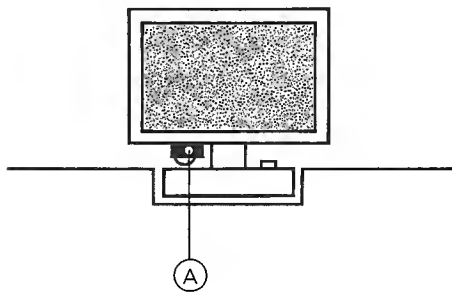

Fig. 4.3
- Exzentrischer Rastbolzen (A) (Fig. 4.3) verdrehen.
- Rotate the excentric indexing pin (A) (fig. 4.3).
- Tournez le boulon (A) excentrique (fig. 4.3).